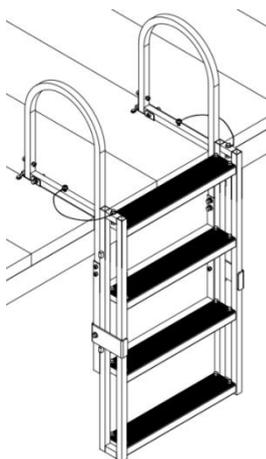

Fig 1
- 16) Umieść drabinę w basenie bez taśmy klejącej (rys. 1), a następnie pozwól, aby dolna część drabiny dotykała dna basenu, zahacz drabinę o uchwyt,